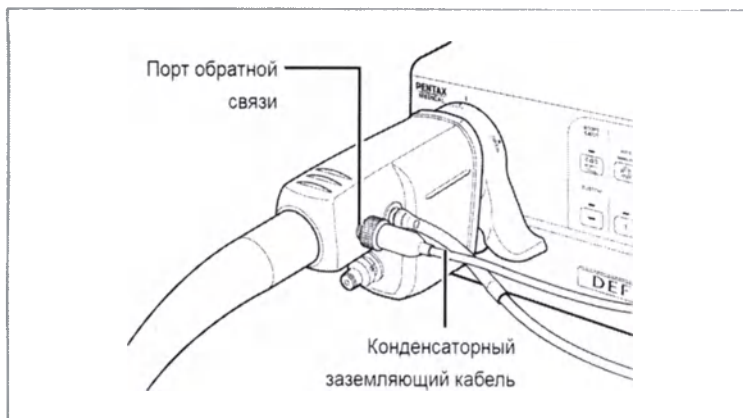

Рисунок 3.13
2. Подсоедините соответствующий конец конденсаторного заземляющего кабеля к порту обратной связи эндоскопа (см. рисунок 3.13).